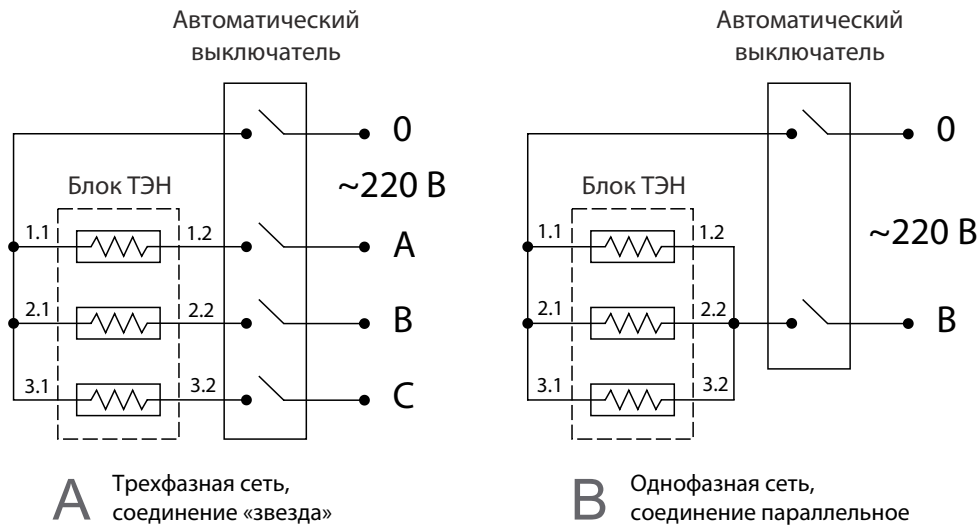

Рисунок 4. Схемы соединения блока ТЭН
5.4. Подключение блока ТЭН к домашней сети электропитания разрешается при условии, что электрическая сеть способна выдержать дополнительную нагрузку в 6 кВт. Подключение блока ТЭН к домашней сети электропитания должно производиться через автоматический выключатель, рассчитанный на защиту сети от перегрузок и короткого замыкания (рис. 4).